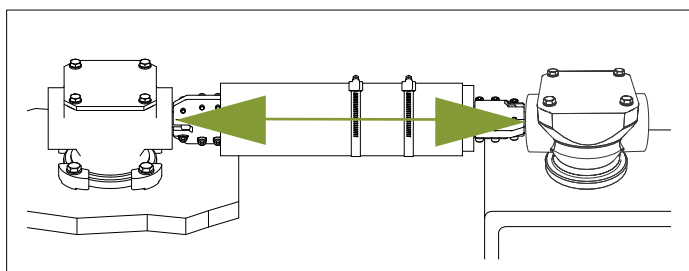

Рис. 40. Установка двух защитных патрубков в горизонтальном направлении
16. Надвиньте два защитных патрубка в горизонтальном направлении до тех пор, пока они не прикоснутся к коническим редукторам. См. рис. 40.